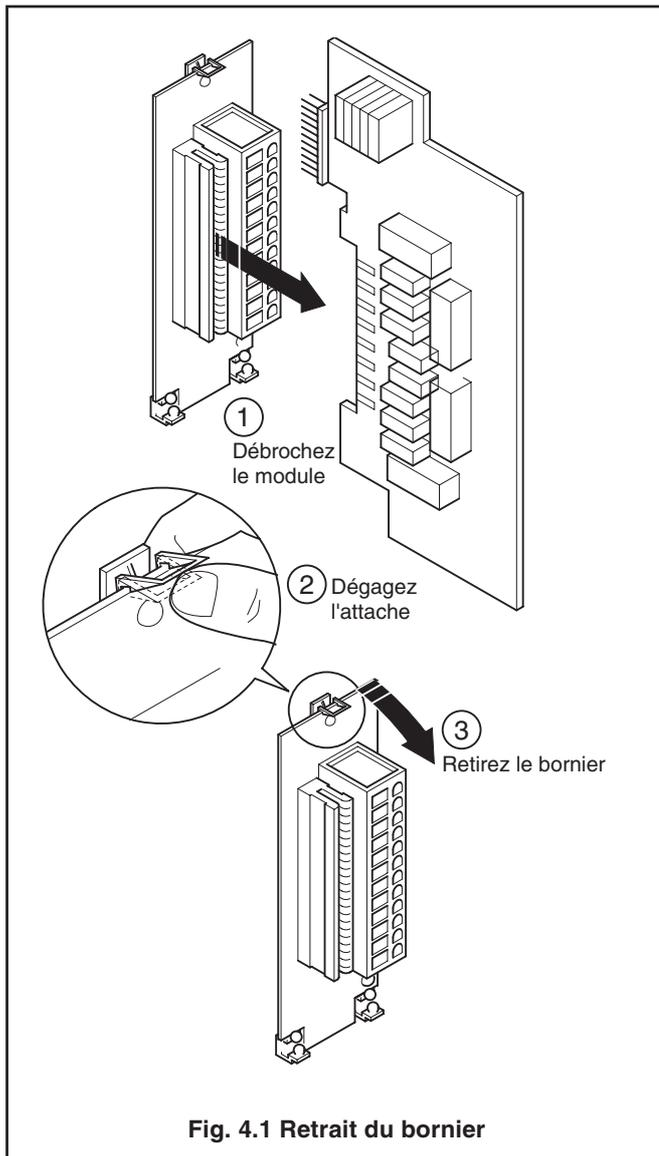

Fig. 4.1 Retrait du bornier
- Les borniers peuvent être retirés de la carte mère des circuits imprimés pour procéder aux raccordements. Avant de retirer un module, quel qu'il soit, prenez note de sa position – voir la Fig. 4.1.